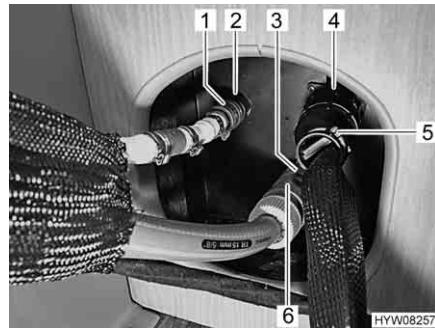

Fig. 36 Collegamenti blocco cucina
- Svitare i giunti rapidi per acqua dolce (Fig. 36,2) e acqua di scarico (Fig. 36,3). A tale scopo tirare in avanti gli sblocchi (Fig. 36,1 e 6).
- Ruotare il bloccaggio (Fig. 36,4) della spina (Fig. 36,5) in senso antiorario.
- Collegare tutti i cavi del blocco cucina con i collegamenti nel veicolo (Fig. 36).